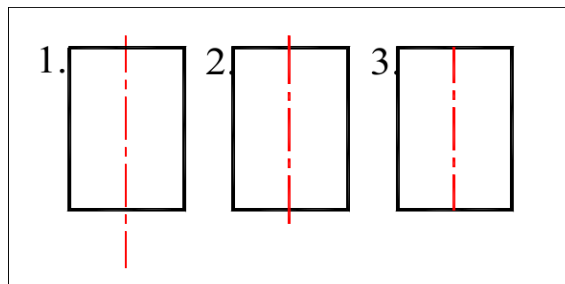

Рисунок 4
**Вопрос 15.** На каком из чертежей правильно проведена осевая линия (рис.4)?